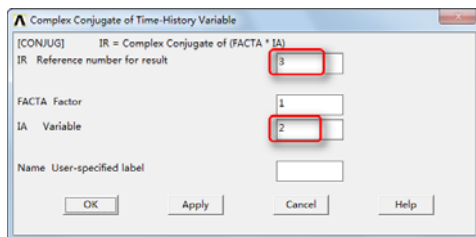

图 11-49 Complex Conjugate of Time-History Variable 对话框
⑧依次选择 Main Menu→TimeHist Postpro→Math Operations→Complex Conjugat，会弹出“Complex Conjugate of Time-History Variable”对话框，如图 11-49 所示，在“IR Reference number for result”输入框输入 3，在“FACTA Factor”输入框输入 1，在“IA Variable”输入框输入 2，单击“OK”按钮关闭该对话框。